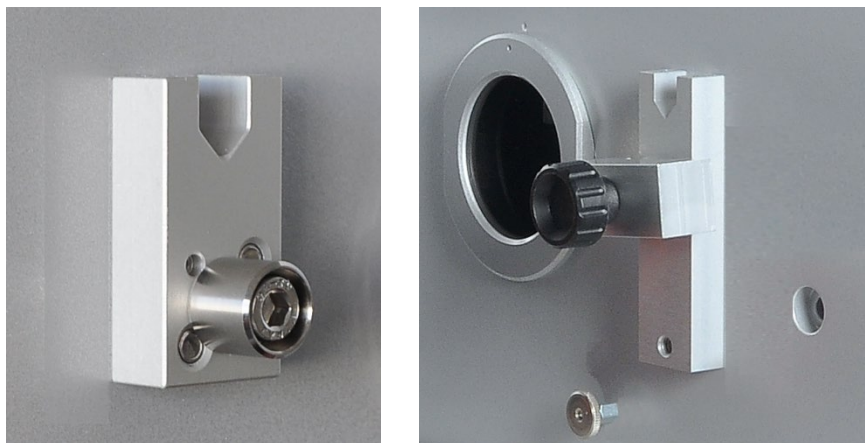

Imagen 12 Montar el perno de suspensión y el elemento de apriete
1. En el compartimento de muestras del EAA, atornillar el perno de suspensión (→ Imagen 12) en la suspensión izquierda del AS-GF con una llave de hexágono interior (ancho de llave 4).